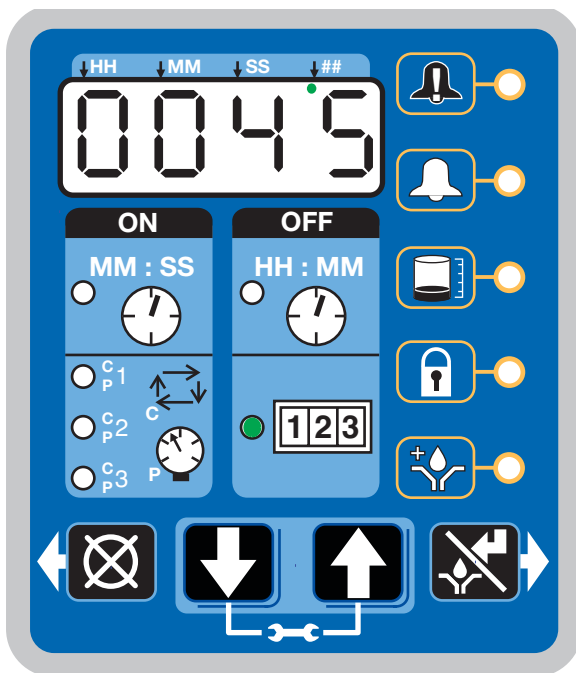

FIG. 53
- La DEL située à côté de 1-2-3 s'allume (FIG. 53).
L'exemple de la FIG. 53 montre qu'il reste 0045 décomptes de machine.